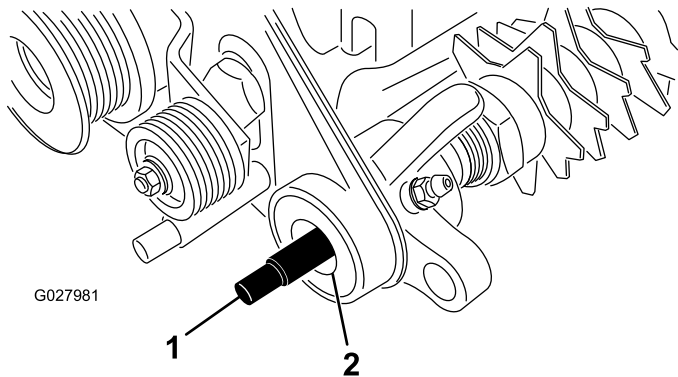

Figura 9
1. Applicare un leggero strato di grasso sulle estremità dell'albero di grooming e sui labbri delle guarnizioni (Figura 9) della trasmissione e delle piastre di supporto. Assicuratevi che tutti i cuscinetti, le boccole e le guarnizioni siano correttamente installati.